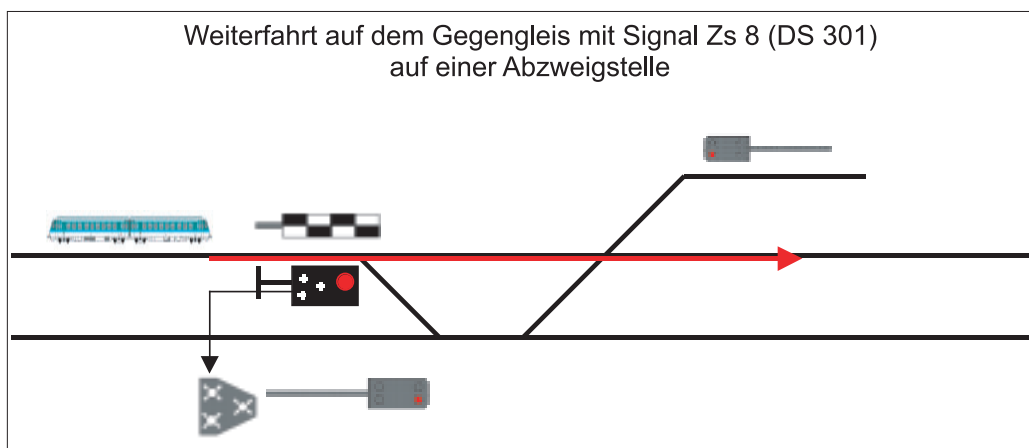

Abbildung 15: Weiterfahrt auf dem Gegengleis mit Signal Zs 8 (DS 301) auf einer Abzweigstelle.
- Soll auf einer Abzweigstelle auf dem Gegengleis weitergefahren werden, wird dem Triebfahrzeugführer an einem niedrigstehenden Lichthauptsignal das Signal Zs 8 (DS 301) angezeigt (Abbildung 15).